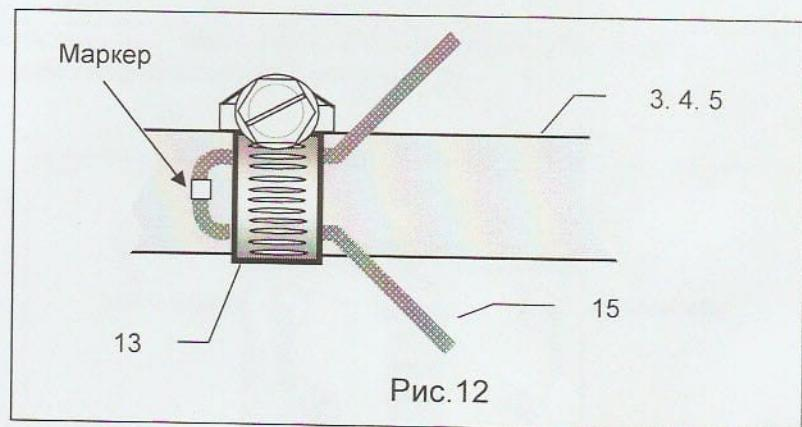
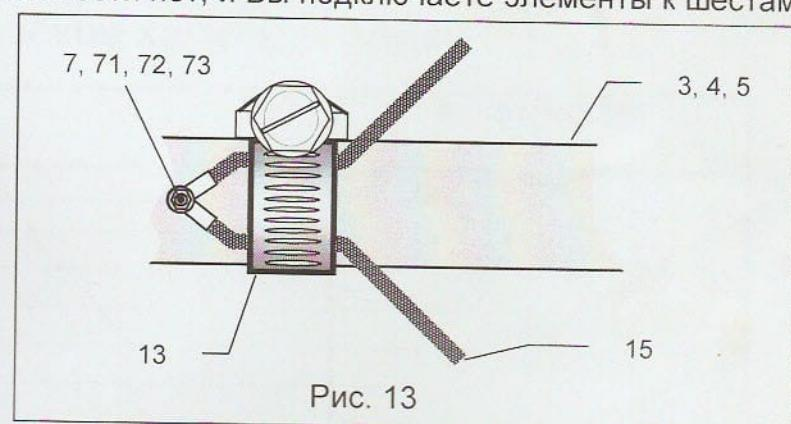

Рис.12
Рис.13
Способ крепления элементов с помощью хомутов показан на рис. 12. Очень важно для правильной работы антенны, чтобы отрезок провода элемента, выступающий из под хомута, не превышал 2-3 см. Клеммы рефлекторов и директоров соединяются при помощи болтов (7) возле одного из шестов (рис. 13).